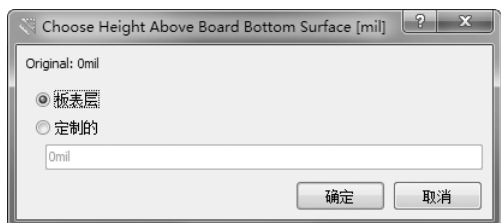
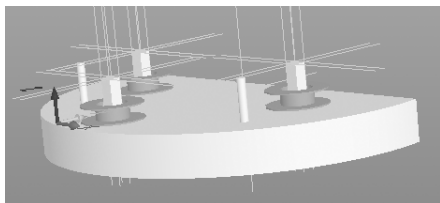

图 11-69 “Choose Height Above Board Bottom Surface（选择板表面高度）”对话框
图 11-70 设置焊盘垂直位置
1) 单击菜单栏中的“工具”→“3D 体放置”→“设置 3D 体高度”命令，开始设置焊盘垂直位置。单击 3D 体中对应的焊盘孔，弹出“Choose Height Above Board Bottom Surface”（选择板表面高度）对话框，默认选择“板表面”选项，如图 11-69 所示，单击“确定”按钮，关闭该对话框，焊盘自动放置到焊盘孔上表面，结果如图 11-70 所示。